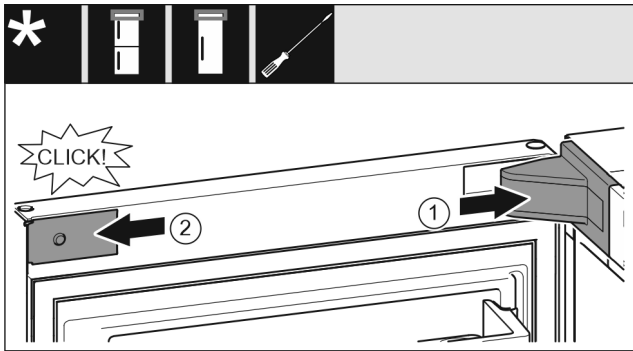

Fig. 20
- ▶ Nasadte a zaklapněte kryt stojanu ložiska, příp. opatrně odtláčte od sebe. Fig. 20 (1)
- ▶ Z boku nasadte zásepku a zaklapněte. Fig. 20 (2)